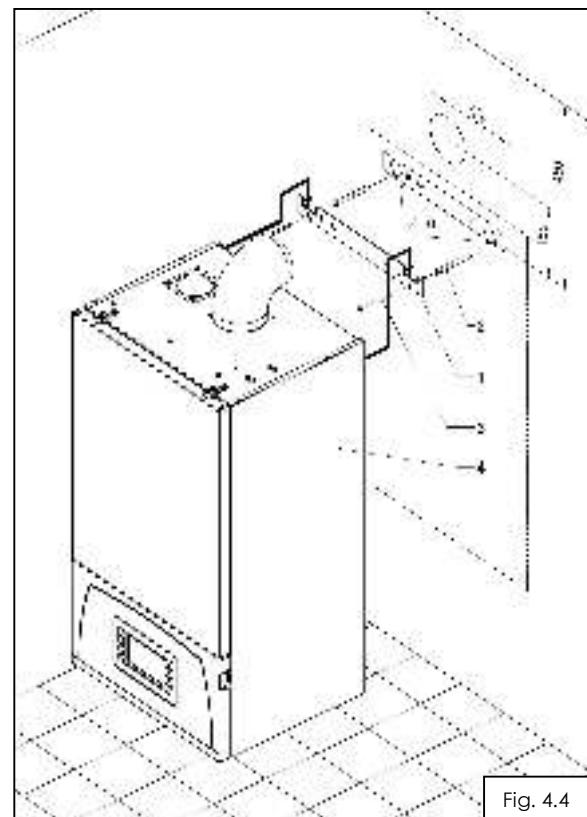

Fig. 4.4
- Executați prin gaurire două orificii pentru fixarea suportului centrală (1);
- Montați suportul centrală (1) cu ciblurile și suruburile furnizate (2, 3) pe perete (fig.4.4);
- Suspendați centrala (4) pe suportul centrală.